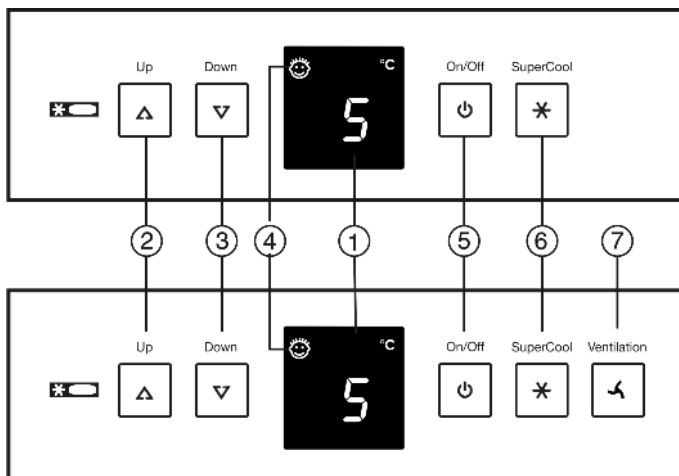

Fig. 2
- Taste On/Off Fig. 2 (5) drücken.
- Einstellmodus aktivieren: Taste SuperCool Fig. 2 (6) ca. 5 s drücken.
- Mit Einstelltaste Up Fig. 2 (2) oder Einstelltaste Down Fig. 2 (3) h wählen.
- Bestätigen: Taste SuperCool Fig. 2 (6) kurz drücken.
- Anzeige heller einstellen: Einstelltaste Up Fig. 2 (2) drücken.
- Anzeige dunkler einstellen: Einstelltaste Down Fig. 2 (3) drücken.
- Bestätigen: Taste SuperCool Fig. 2 (6) drücken.